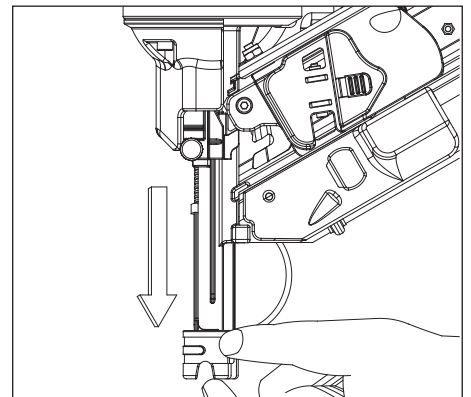

Figura 11 - Ajuste de la profundidad del clavo
3. Mueva el WCE hacia adelante y hacia atrás hasta el punto deseado. Mueva el WCE hacia la herramienta para aumentar la profundidad del clavo. Mueva el WCE en dirección opuesta a la herramienta para reducir la profundidad del clavo. Vea la figura 11.